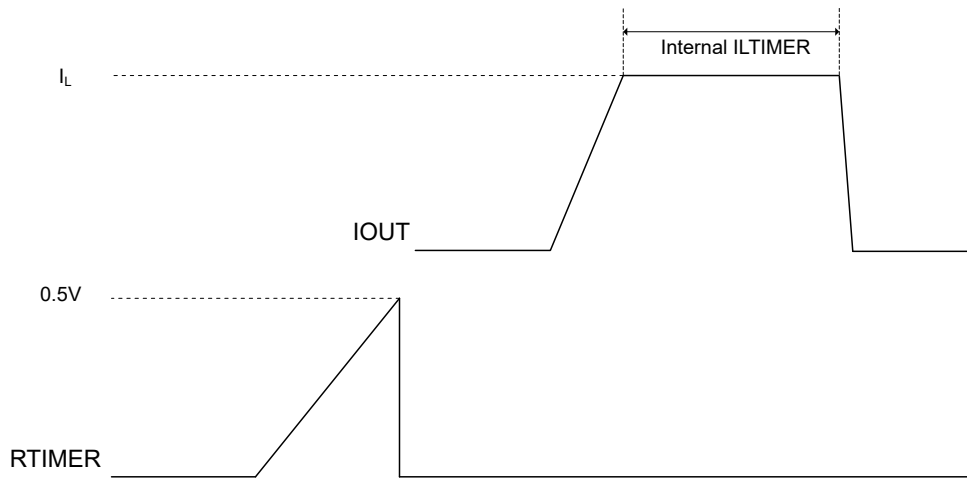

图 7-5. 内部 ILTIMER 波形
*电流限制计时器* 控制发生过流事件时器件保持在电流限制模式的时间。器件保持在电流限制模式，直到故障排除或者可编程电流限制故障时间  $t_{ILTIMER}$  结束。 $t_{ILTIMER}$  使用从 ILTIMER 连接至 GND 的电容器  $C_{ILTIMER}$  进行编程，并可以使用 方程式 9 计算。ILTIMER 引脚在过载条件下将电容器充电至 0.5V，而在其他情况下则通过内部下拉电阻对电容器放电。将该引脚连接至 GND 会完全禁用内部计时器功能，因此在短路情况下，器件会无限期地保持在编程电流限制。将该引脚连接至 VIN 会导致内部电流限制计时器到期后器件被禁用，如 图 7-5 所示。使用内部计时器时，可编程电流限制并不总是有时间稳定到编程值。因此，可编程电流限制可能会短暂超过定义的精度阈值。快速跳变关断电流限制仍然有效。表 8-1 总结了基于引脚条件的电流限制故障持续时间。